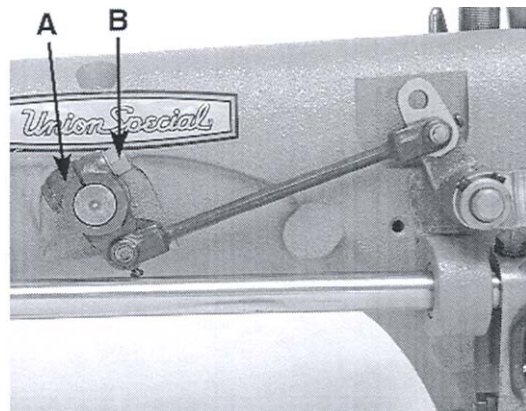

Fig. 6
Turn handwheel in the operating direction until the needle bar is at the bottom of its stroke. Loosen nut (B, Fig. 6) and move upper feed lift driving lever (A) so that the teeth of the upper feed dog is 5/32" (7.9mm) for style 53700B and 3/16" (4.8 to 5.2mm) for style 53800B, above the top of the throat plate. Then tighten nut (B) securely.
Drehen Sie das Handrad in N hrichtung bis die Nadelstange an ihrer untersten Anschlag ist. L sen Sie die Mutter (B, Fig. 6) und bewegen Sie den oberen Transporthebel (A) so, da  die Z hne des oberen Transporteurs 7,9 mm f r Klasse 53700B and 4,8 bis 5,2 mm f r Klasse 52800B  ber der Stichplatte sind. Dann ziehen Sie die Mutter (B) wieder fest an.